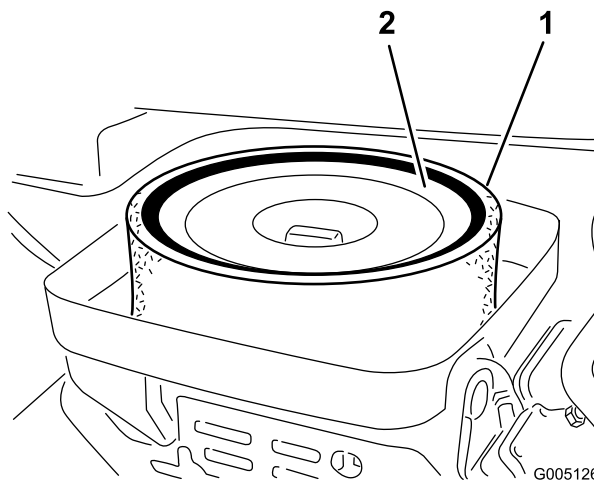

Figure 43
3. Si l'élément en mousse est encrassé, sortez-le de l'élément en papier (Figure 43). Nettoyez-le soigneusement comme suit :